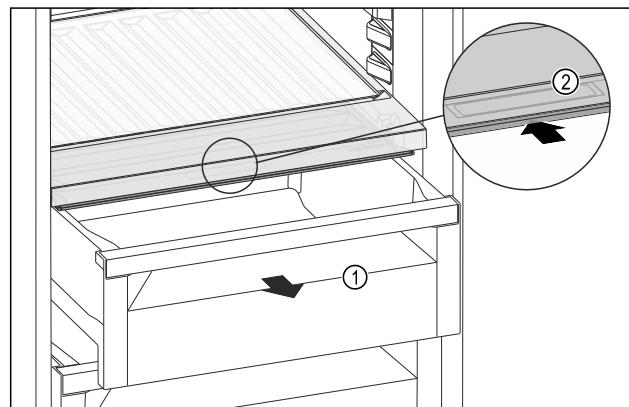

Fig. 173
- Витягніть висувний ящик Fig. 173 (1).
- Візьміться за потайну ручку Fig. 173 (2) на кришці відділення й одночасно посуньте кришку відділення назад.